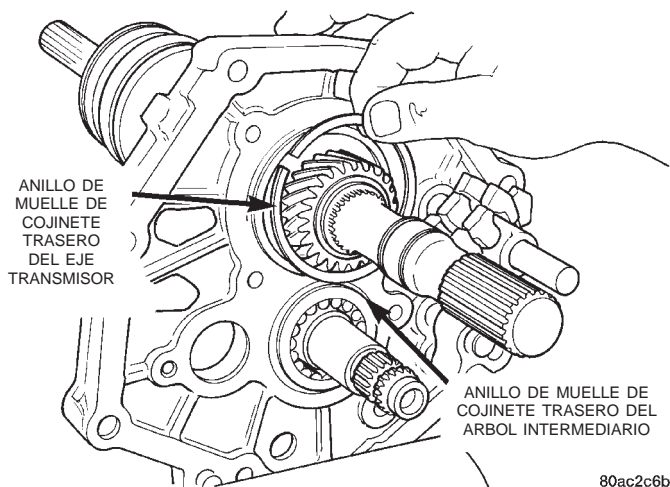
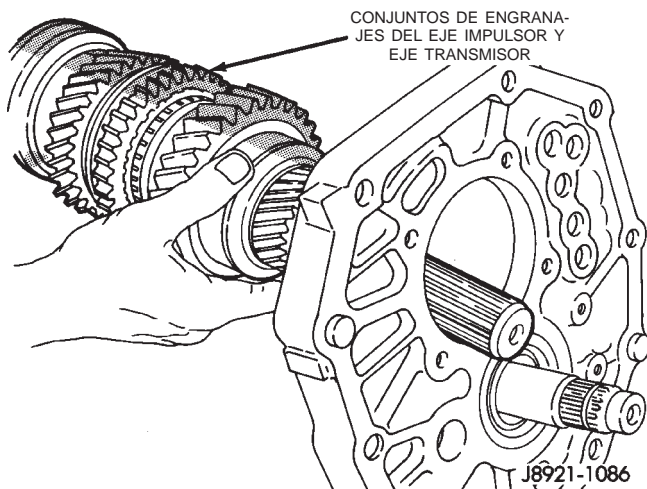

Fig. 80 Desmontaje de anillo de muelle de cojinete trasero del eje transmisor
Fig. 81 Desmontaje del eje principal
(33) Retire el anillo de muelle que fija el cojinete trasero del eje transmisor en la placa intermedia (Fig. 80).
(34) Retire el anillo de muelle del cojinete trasero del árbol intermediario.
(35) Con la ayuda de un asistente, sostenga el eje principal y el árbol intermediario. Golpee suavemente en la parte trasera del eje principal y el árbol intermediario empleando una maceta de goma adecuada. Esto soltará el árbol intermediario del cojinete trasero del árbol intermediario y el cojinete trasero del eje principal de la placa intermedia. El eje principal se soltará de la placa intermedia en primer lugar y puede retirarse moviendo el eje principal hacia atrás y hacia arriba (Fig. 81).